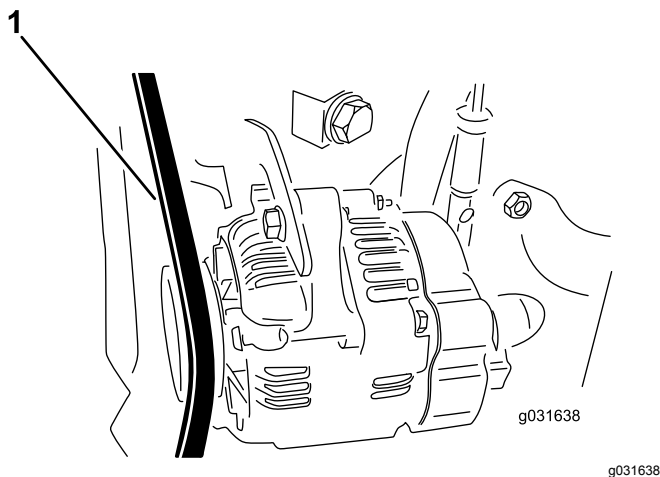

Figure 76
4. Appliquez une force de 30 N (22 po-lb) sur la courroie d'alternateur, à mi-chemin entre les poulies (Figure 76).